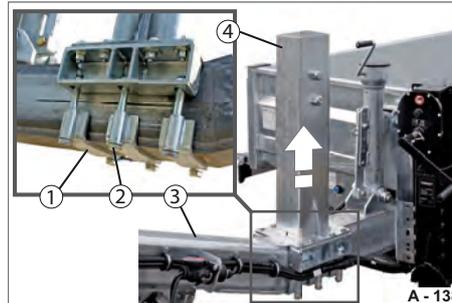

Abb. 198 Ständer demontieren
- ▶ Verschraubung (Abb. 198/2) an der Zugdeichsel lösen (Abb. 198/3) - Klammer (Abb. 198/1) festhalten.
- ▶ Ständer (Abb. 198/4) von der Zugdeichsel heben.